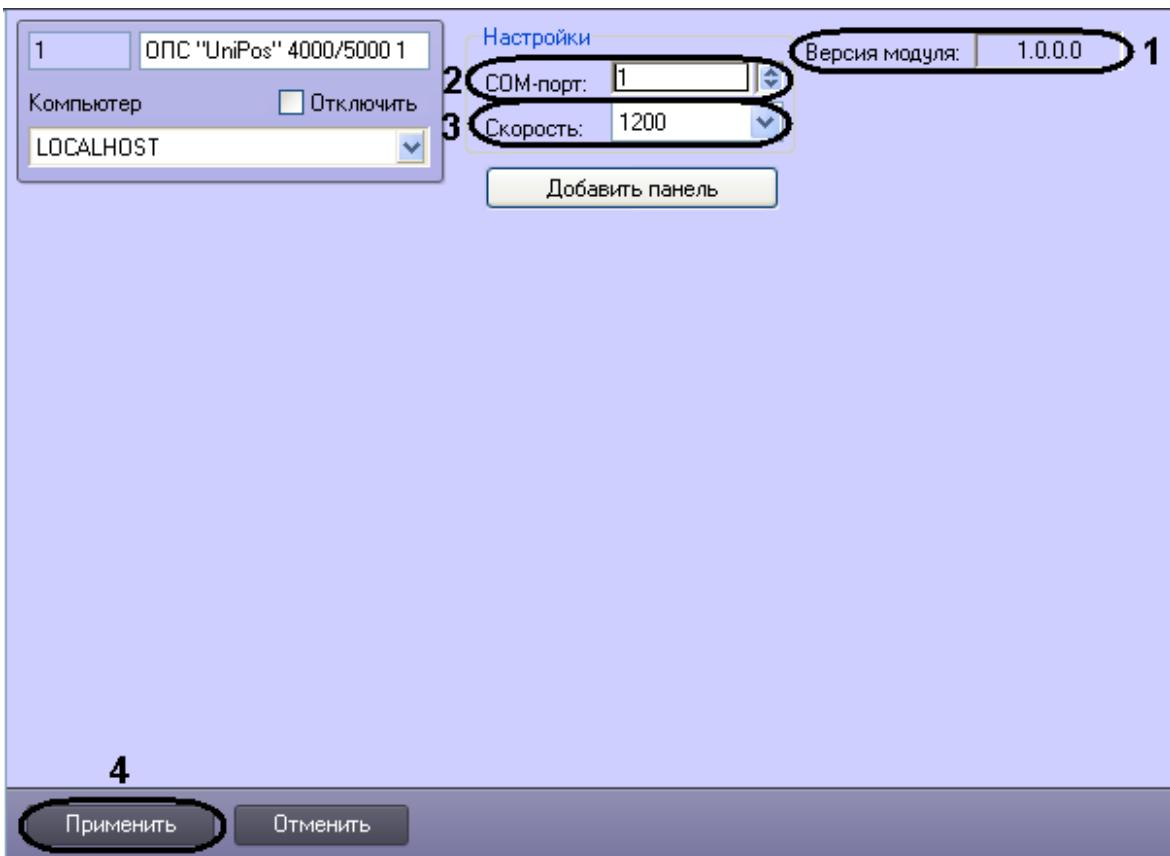

Рис. 3.2—2 Панель настроек объекта ОПС “UniPos” 4000/5000
Примечание. В поле **Версия модуля** отображается текущая версия модуля интеграции ОПС Unipos 4000/5000 (см. Рис. 3.2—2, 1).
2. В поле **СОМ-порт** установить с помощью кнопок **вверх-вниз** номер СОМ-порта, через который будет установлена связь с Сервером Интеллект (см. Рис. 3.2—2, 2).